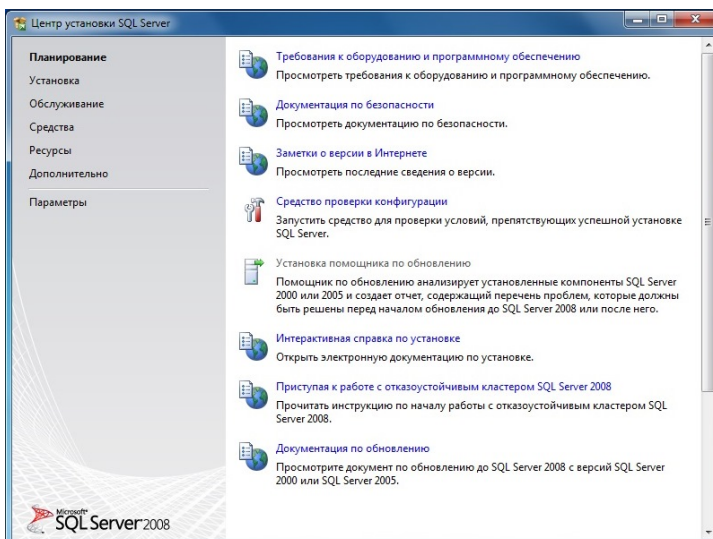

рис. 24
2.2 В разделе «Планирование» нажать пункт «Средство проверки конфигурации» (рис. 24):